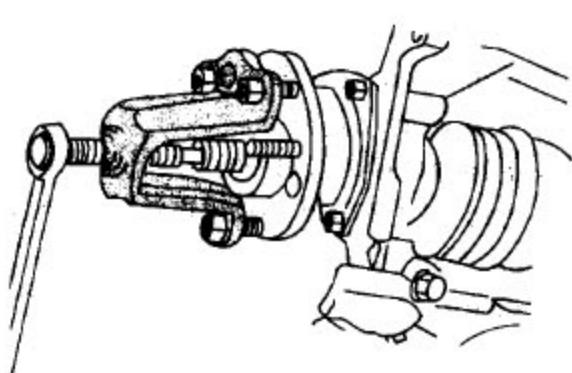

图 1-10 分离车轮轴承
- e). 如图 1-10 所示，用三颗车轮螺母将轮毂芯轴拆卸工具连接到车轮轴承 / 轮毂上分离传动轴与车轮轴承。